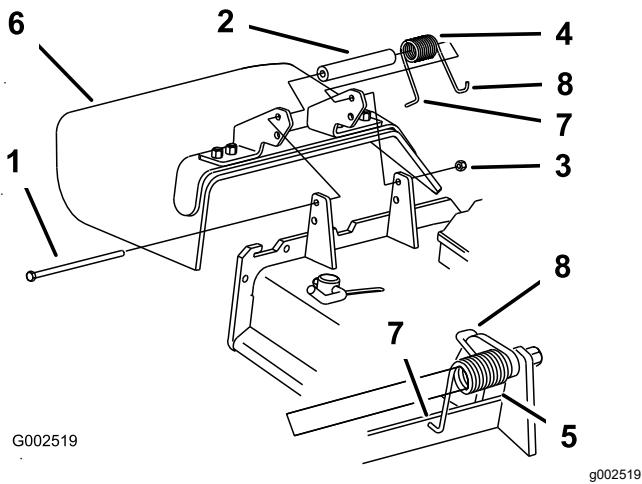

Figura 49
1. Retire la contratuerca, el perno, el muelle y el espaciador que sujetan el deflector a los soportes de pivote (Figura 49).
- Nota:** Asegúrese de colocar el extremo en **L** del muelle detrás del reborde de la carcasa antes de instalar el perno, según muestra Figura 49.
5. Coloque el extremo en **J** del muelle alrededor del deflector de hierba (Figura 49).